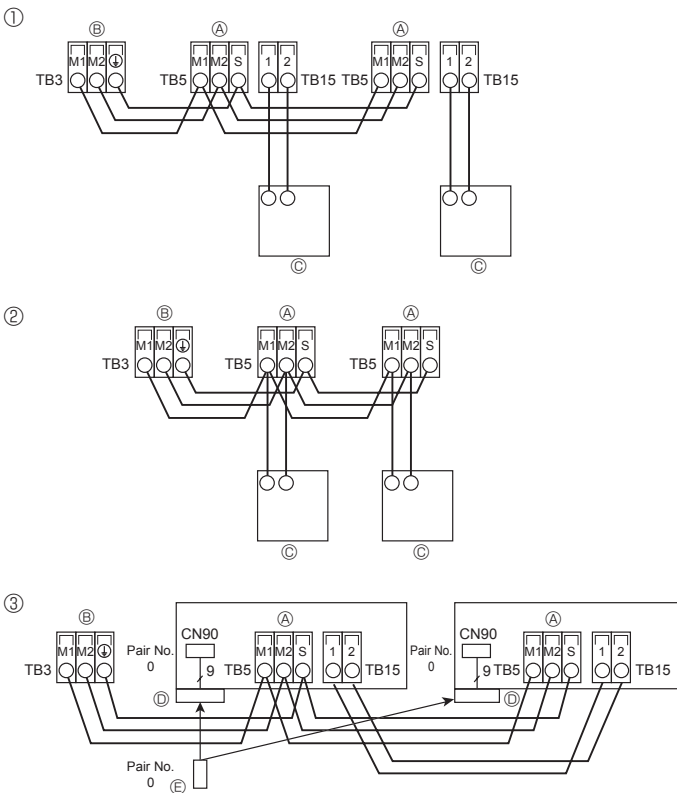

Fig. 6-3
6.4. Подсоединение пульта дистанционного управления, кабелей передачи внутри и снаружи (Fig. 6-3)
- ① Пульт дистанционного управления "MA"
- ② Пульт дистанционного управления "M-NET"
- ③ Беспроводной пульт дистанционного управления (при установке беспроводного ресивера сигналов)